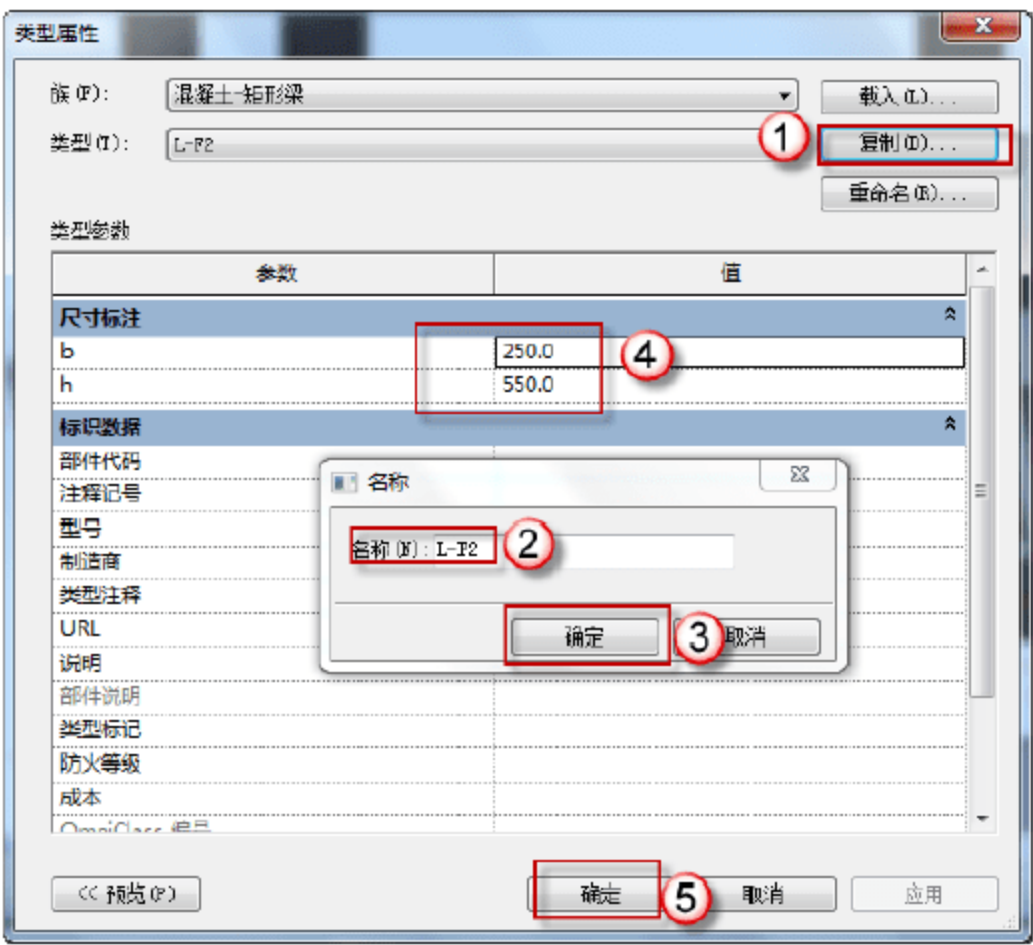

图 3.1.70 编辑 L-F2 信息
(18) 设置 L-F2。选择“结构”→“梁”→“编辑类型”命令，在弹出的“类型属性”对话框中，单击“复制”按钮，在弹出的对话框中输入 L-F2，单击“确定”按钮。在“尺寸标注”栏中输入 b、h 的尺寸，单击“确定”按钮，如图 3.1.70 所示。